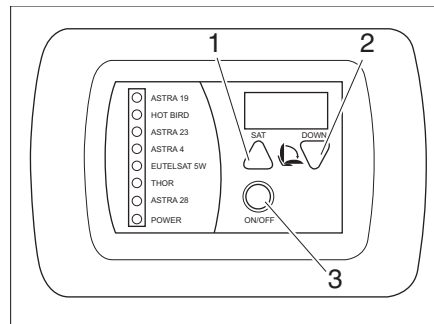

Bild 39 Panel Menü Verbraucher (Variante 1)
- Satellitenanlage über den ON/OFF Knopf (Bild 39,3) einschalten (Bedienpanel ist an der Eingangstür innen links befestigt).
- SAT Taste (Bild 39,1) mehrmals drücken, um einen Satelliten auszuwählen und den Suchlauf zu starten.
- Down Taste (Bild 39,2) drücken, um die Satellitenanlage einzufahren. Die Satellitenanlage wird eingefahren.
- Taste ON/OFF (Bild 39,3) drücken. Die Satellitenanlage wird eingefahren und das Fernsehgerät ausgeschaltet.